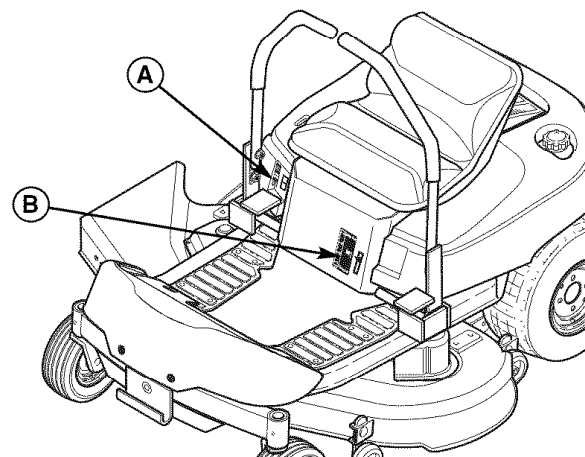

Figura 33. Ajuste de la altura de corte
Para aumentar la altura de corte de la sesgadora (elevar la cubierta de la sesgadora), oprima la parte superior del ajuste de altura de corte de la sesgadora (A, Figura 33). Para disminuir la altura de corte de la sesgadora (bajar la cubierta de la sesgadora), oprima la parte inferior del ajuste. El rango de la altura de corte de la sesgadora es 3-3/4" a 1-1/2". El indicador de altura de corte indica la posición de la cubierta de la sesgadora. El indicador de altura de corte (B) se encuentra en la parte frontal del montable, justo detrás de la pierna izquierda del conductor.